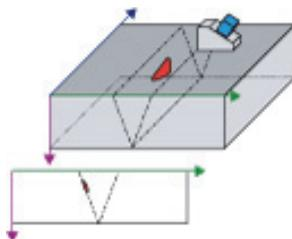

Рис. 4-18 Вид с торца (D-скан)
Вид с торца (D) обозначается осью ультразвука (вертикальная ось в области просмотра RayTracing) и осью индексирования (горизонтальная ось). Вид с торца (D) представляет D-скан (см. Рис. 4-18 на стр. 49).